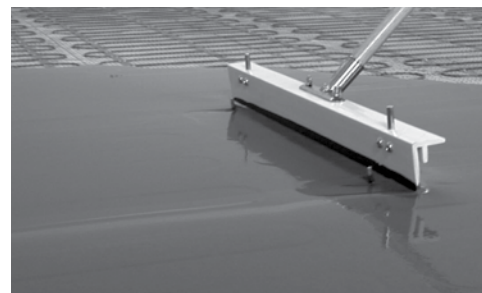

Figure 11
2. Technique de ragréage avec sous-finition autolissante modifiée aux polymères (figure 11)